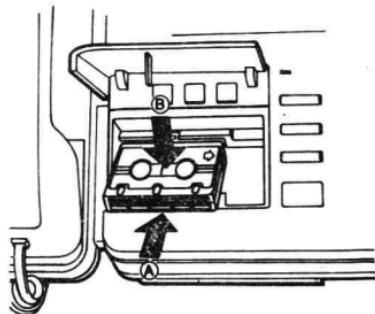

图 1-12
2. 按图 1-12 所示放入微型录音磁带。图中 A 为滑进、B 为下压；